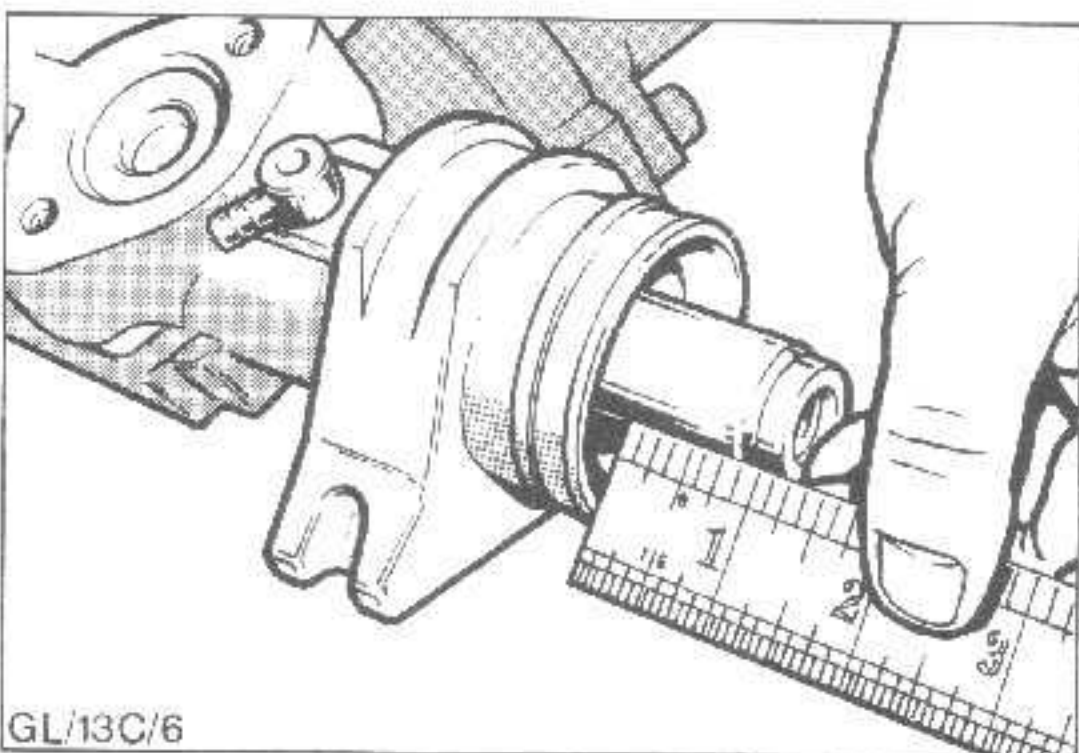

Abb.21 Überstand der Zahnstange messen
7. Mit einem Tiefenmaß abmessen, wie weit das Zahnstangenende aus dem Zahnstangengehäuse hervorragt. Das ermittelte Maß notieren; es dient zur Kontrolle beim Zusammenbau, Abb.21.